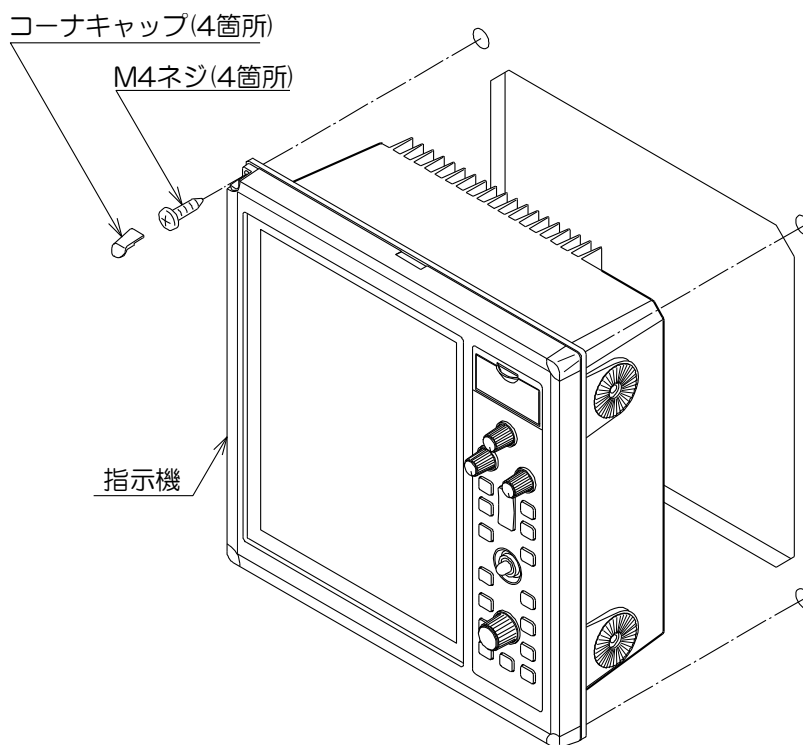

図 3.9 指示機をパネルに取付ける
- (1) 指示機を加工したパネル開口部に取り付けます。
- (2) 図 3.9 のように 4 箇所を 4mm のネジで締めて指示機を固定します。
- (3) 4 角のコーナーキャップを取り付けます。